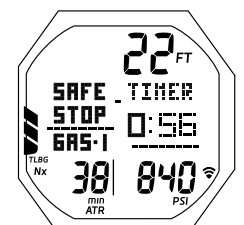

Fig. 79 - ÉCRAN PRINCIPAL DE PALIER DE SÉCURITÉ (défini pour une utilisation avec minuteur)
**ÉCRAN PRINCIPAL DE PALIER DE SÉCURITÉ (si réglage pour utilisation avec minuteur)** : paramètres affichés (Fig. 79)